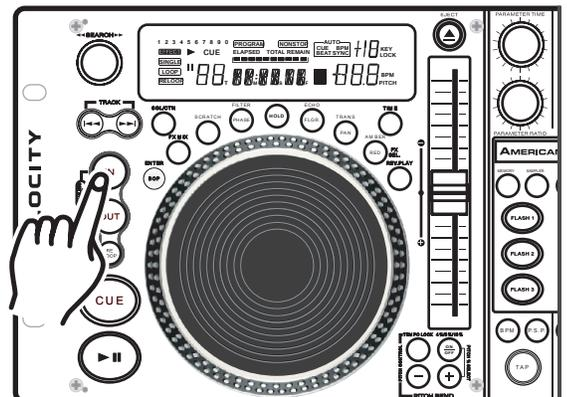

Figura 33
- 2) Presione el BOTÓN IN (32) (Figura 33) en el momento en que desee realizar el salto.